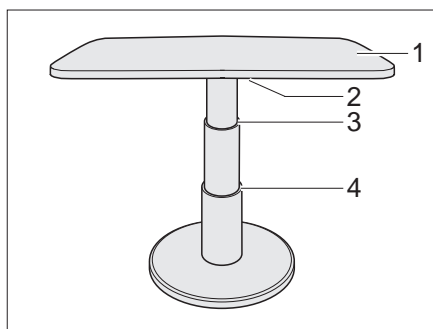

Fig. 101 Tavolo di sollevamento della dinette a U
- Ruotare la leva di serraggio (Fig. 101,2) verso sinistra. Il bloccaggio è aperto.
- Premere il centro del piano del tavolo (Fig. 101,1) verso il basso fino al fine corsa desiderato (Fig. 101,3 o 4) e tenere premuto.
- Ruotare la leva di serraggio (Fig. 101,2) verso destra. Il tavolo di sollevamento è bloccato.